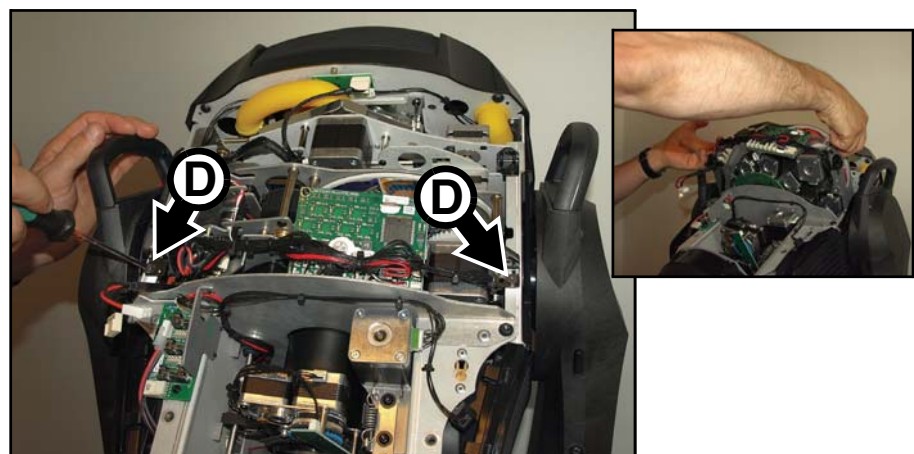

Bild 15: Entfernen des Moduls aus dem Kopf
3. Siehe Bild 15. Lösen Sie beide Torx20-Schrauben **D**, heben Sie das Modul aus dem Kopf und legen Sie es mit den Motoren nach unten auf der Arbeitsfläche ab.